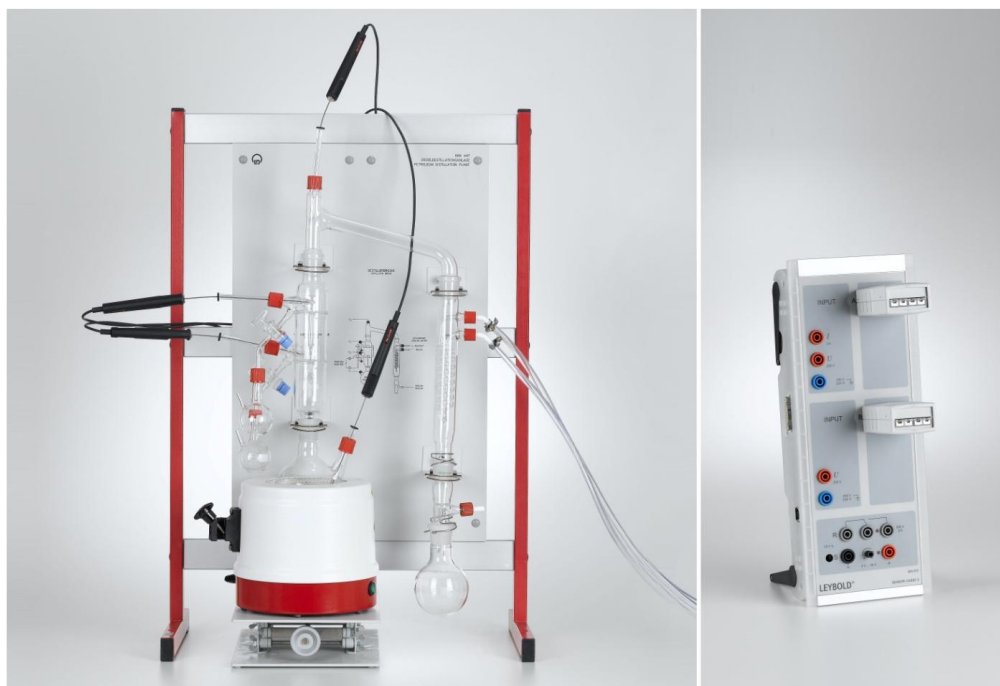

Рисунок 1 Экспериментальная установка.
5. Если устройство не находится в вытяжном шкафу: присоедините трубку к боковому крану подачи и закрепите с помощью зажима для шланга, чтобы отводить отходящие газы в вытяжной шкаф (см. рис. 1).
7. Теперь вставьте четыре датчика температуры в два адаптера NiCr-Ni и подключите их к входам А и В на корпусе датчика 2 (см. рис. 1).